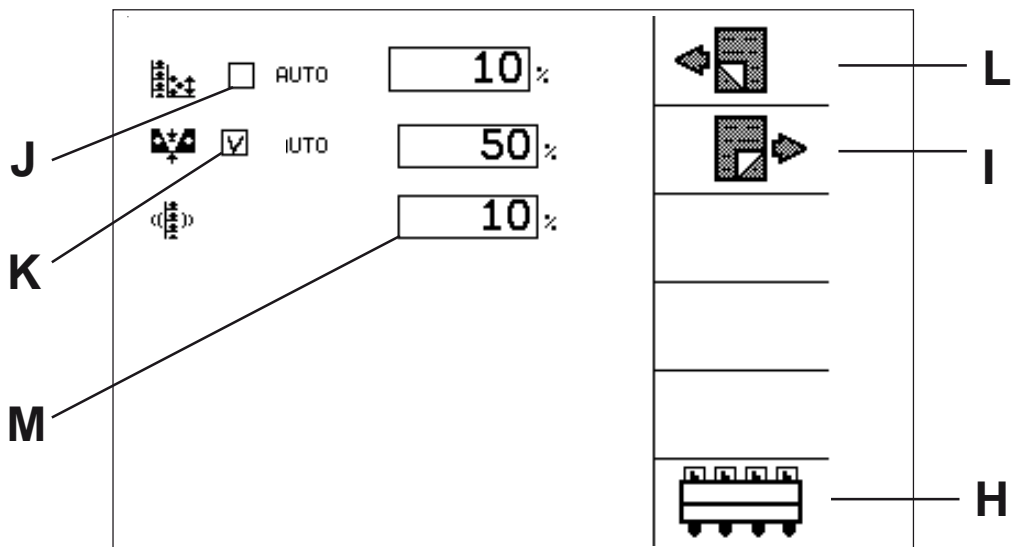

Fig. 57
- M** Define la intensidad para la agitación de cada prensa en ++ o -- (**Ver Fig. 57**)